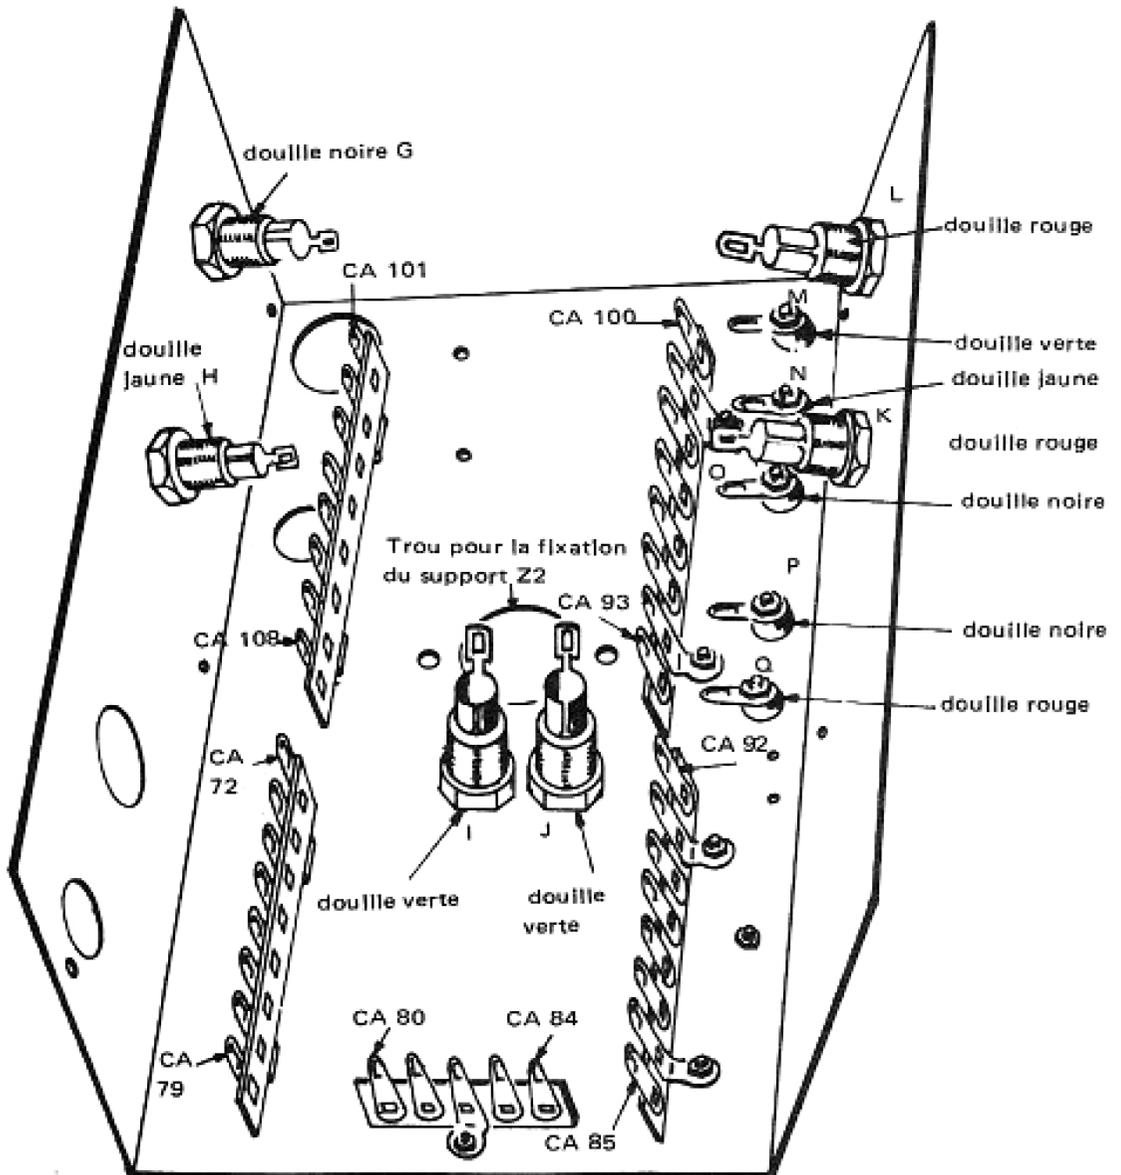
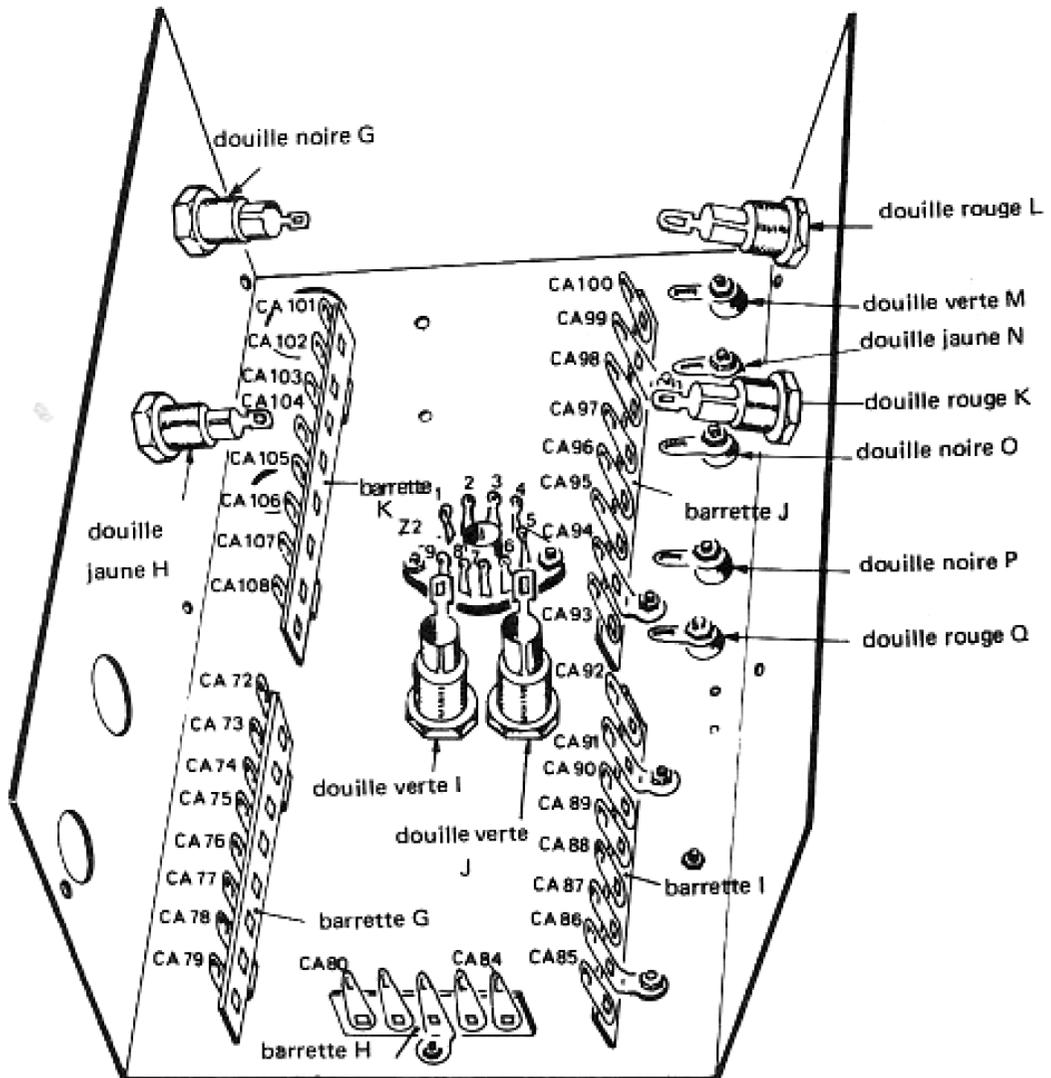

Figure 10
Figure 11
La figure 10 montre le sens d'orientation des cosses.
PLACEZ à l'intérieur du châssis, sur l'ouverture montrée à la figure 10 un support noval (que nous appellerons Z2) et **FIXEZ**-le à l'aide de deux vis de 3 X 6 mm et de deux écrous de 3 mm, après avoir orienté les cosses 1 et 9 vers la barrette K, comme indiqué sur la figure 11.
Si vous avez reçu un support noval du type B (voir figure 13-b de la leçon pratique 15) vous devez introduire ces cosses, dans l'ouverture montrée sur la figure 10 par le côté extérieur du châssis et le fixer sur le châssis à l'aide de deux vis de 3 X 6 mm et de deux écrous de 3 mm, après avoir orienté les cosses 1 et 9 vers la barrette K.
b) **RELIEZ**, à l'aide d'un morceau de fil isolé souple, P5Z2 (cosse 5 du support Z2) à la cosse de la douille verte I (repérée sur la figure 11). **SOUDEZ** sur les deux points.
d) RELIEZ, à l'aide d'un morceau de fil étamé nu, la cosse de la douille noire P (repérée sur la figure 11) à l'oeillet de la cosse CA 94 (masse) de la barrette J. Sur ce dernier point vous trouverez l'extrémité du fil isolé rigide, câblé précédemment. SOUDEZ sur les deux points.
e) RELIEZ, à l'aide d'un morceau de fil isolé souple, la cosse de la douille verte J (repérée sur la figure 11) à la languette de la cosse CA 94 (masse) de la barrette J. SOUDEZ sur les deux points.
g) RELIEZ, à l'aide d'un morceau de fil isolé rigide, la cosse de la douille rouge Q (repérée sur la figure 11) à l'oeillet de la cosse CA 88 de la barrette I. SOUDEZ seulement sur ce dernier point.
h) RELIEZ, à l'aide d'un morceau de fil isolé rigide, la cosse de la douille rouge K (repérée sur la figure 11) à celle de la douille rouge Q. Sur ce dernier point vous trouverez l'extrémité du fil isolé rigide câblé au paravant. SOUDEZ sur les deux points.